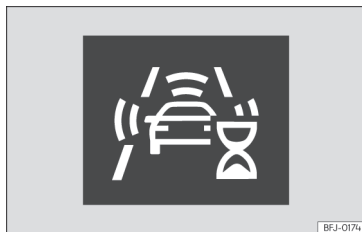

Abb. 109 Im Display des Kombi-Instruments: Anzeige der ersten Selbstkalibrierung des Systems.
- In den ersten Momenten nach dem Einschalten der Zündung, aufgrund der ersten Selbstkalibrierung des Systems. Während dieser Zeit wird ein Statussymbol angezeigt »» (Abb. 109).